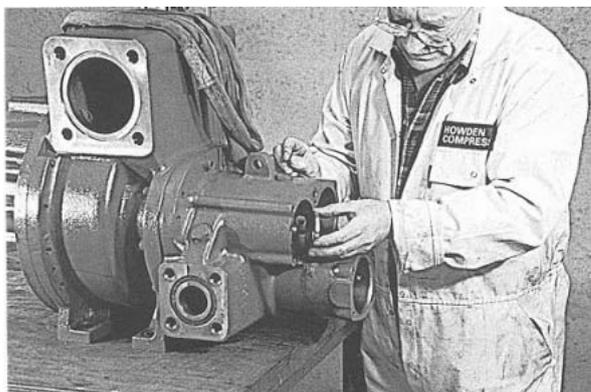

Рис. 126
19. Установите пружинную шайбу и контргайку на ротор "папа". (Рис. 126)